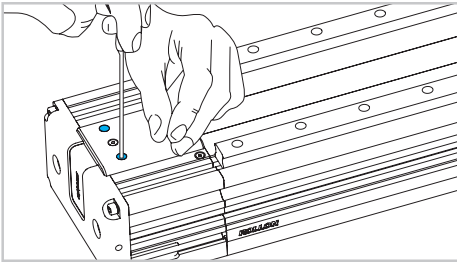

Fig. 4
- 3) Sganciare la piastra sulla testata folle allentando solo le 4 viti esterne (Fig. 4).